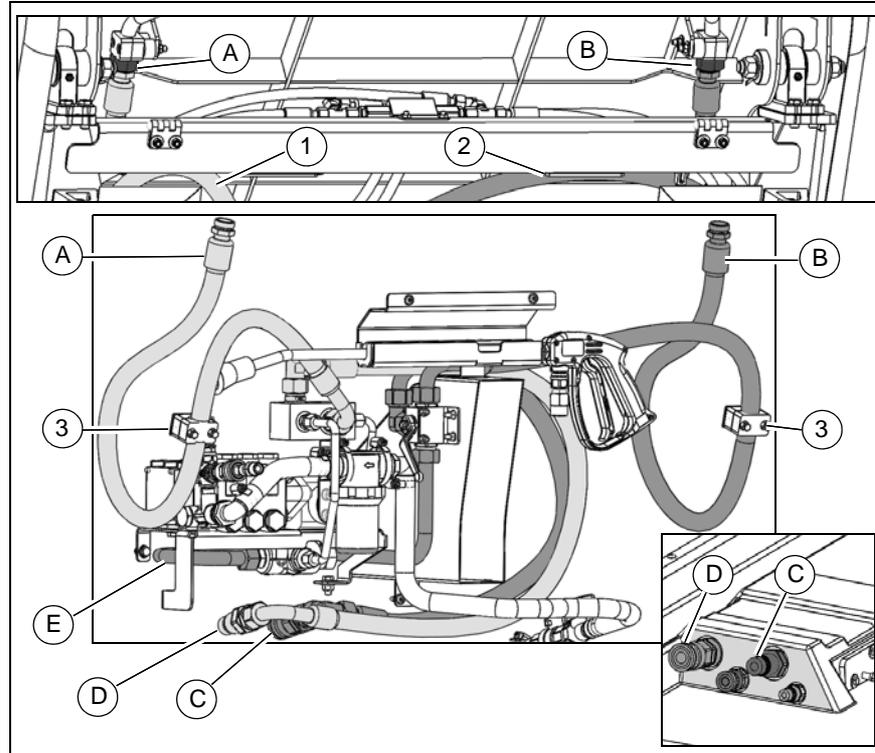

Abb.6
1. Die vorhandenen Hydraulikschläuche (Abb. 6/1) und (Abb. 6/2) drucklos machen und demontieren.
2. Den Hydraulikschlauch (Abb. 6/A) für den Rücklauf des Hochdruckreinigers an die Rohrverschraubung (Abb. 6/A) anschließen.
3. Den Hydraulikschlauch (Abb. 6/B) für den Vorlauf des Hochdruckreinigers an die Rohrverschraubung (Abb. 6/B) anschließen.
4. Beide Hydraulikschläuche mit den Klemmen (Abb. 6/3) an der Traverse des Kehrgutbehälters montieren.
5. Den Hydraulikschlauch (Abb. 6/C) für den Vorlauf des Hochdruckreinigers an den Vorlauf des Hinterwagens anschließen.
6. Den Hydraulikschlauch (Abb. 6/D) für den Rücklauf des Hochdruckreinigers an den Rücklauf des Hinterwagens anschließen.
7. Das Hydraulikrohr (Abb. 6/E) zwischen Handventil und Hydraulikpumpe montieren.